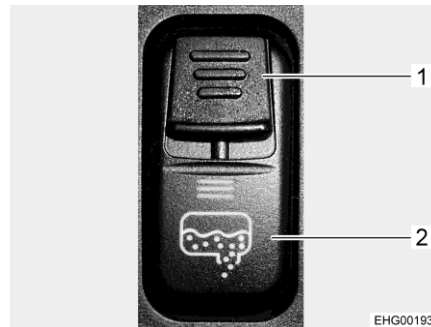

Fig. 162 Commutateur à bascule (robinet de vidange)
Le robinet de vidange du réservoir d'eaux usées s'ouvre et se ferme au moyen d'un commutateur à bascule situé sur la console de commutateurs dans la cabine de conduite. Pour empêcher toute ouverture par inadvertance du robinet de vidange, le commutateur à bascule est doté d'une sûreté (Fig. 162,1). Le tuyau de purge avec raccord pour tuyau d'évacuation se trouve sous le véhicule.
- Pousser la sûreté (Fig. 162,1) se trouvant sur le commutateur à bascule (Fig. 162,2) vers le bas et presser simultanément ce dernier. Cela ouvre la vanne pour eaux usées et le réservoir d'eaux usées se vide alors. La DEL reste allumée tant que le robinet d'évacuation des eaux usées est ouvert.
- Refermer le robinet de vidange une fois que les eaux usées se sont complètement écoulées. Appuyer pour ce faire sur la partie supérieure du commutateur de commande (Fig. 162,1).